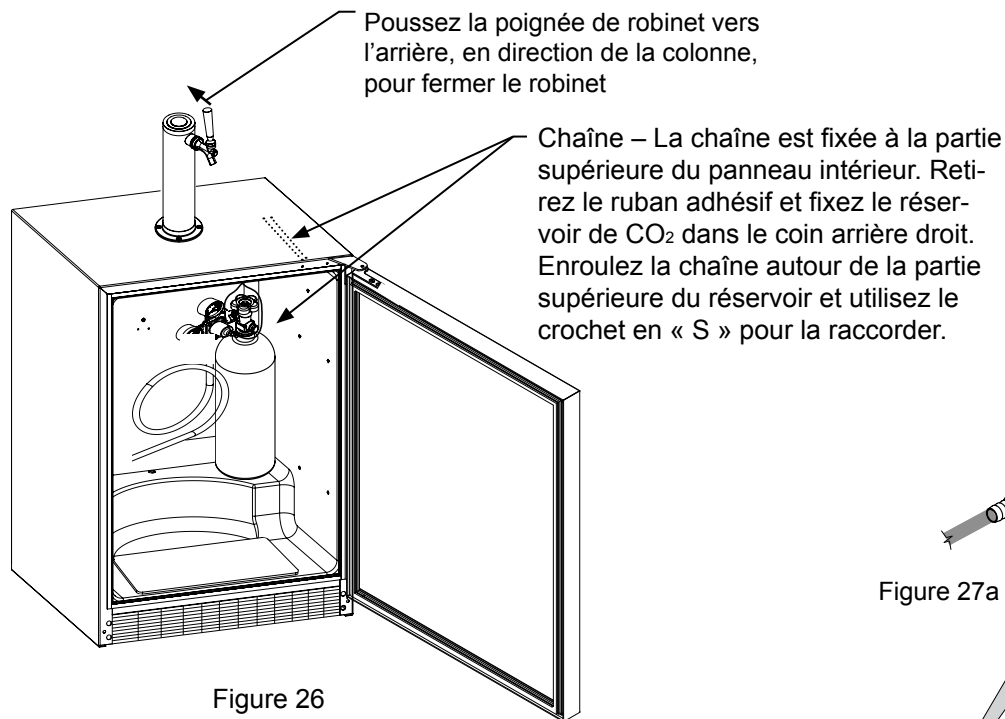

Figure 26
5. Placez le réservoir de CO₂ dans le coin du réfrigérateur, comme illustré dans la Figure 26, puis utilisez la chaîne pour le fixer. Fermez la poignée de robinet sur la colonne.
2. Assurez-vous que la poignée de robinet est fermée sur la colonne (voir Figure 26).